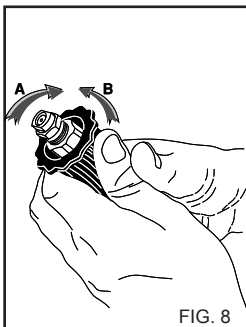

FIG. 8
- Voor de versie met reinigingsmiddelaanzuiging, moet het aanzuigcommando op de lans geactiveerd worden (fig. 8).
- 4) Spoel na gebruik met reinigingsmiddel, het aanzuigcircuit; steek de aanzuigslang (fig. 8) van reinigingsmiddel in een reservoir met schoon water en laat de pomp 1 minuut werken, en met de lans in afgiftestand van reinigingsmiddel.
GEBRUIK VAN DE VERSTELBARE KOP (Fig. 8)